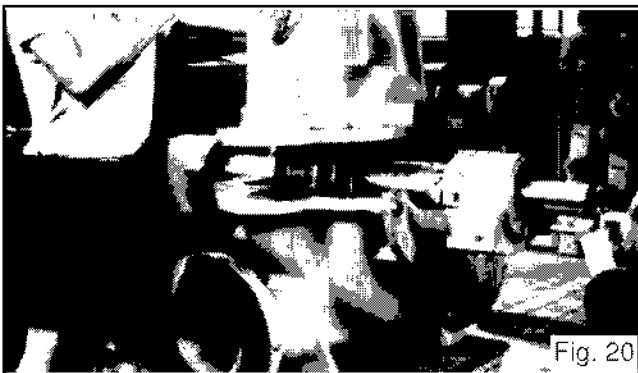

Fig. 20
22. Ponga la mitad superior de la carcasa (100) en lugar (véase fig. 20) y localice con los pasadores (469G) e instale los pernos principales de la carcasa (426 y 426A). Los pernos del empalme de carcasa se deben apretar con las torsiones siguientes: el mínimo 300 pie-libras para 0.75"-10 casquillo transbordador (grado 8), mínimo 400 pie-libras para 1.0"-8 casquillo transbordador (grd 8). El patrón de torsión del perno se demuestra en fig. 39. El número de los pernos en la carcasa varía con el tamaño de la bomba. (véase fig. 16)
24. Ponga la mitad superior de la carcasa (100) en lugar (véase fig. 20) y localice con los pasadores (469G) e instale los pernos principales de la carcasa (426 y 426A). Los pernos del empalme de carcasa se deben apretar con las torsiones siguientes: el mínimo 300 pie-libras para 0.75"-10 casquillo transbordador (grado 8), mínimo 400 pie-libras para 1.0"-8 casquillo transbordador (grd 8). El patrón de torsión del perno se demuestra en fig. 39. El número de los pernos en la carcasa varía con el tamaño de la bomba. (véase fig. 16)